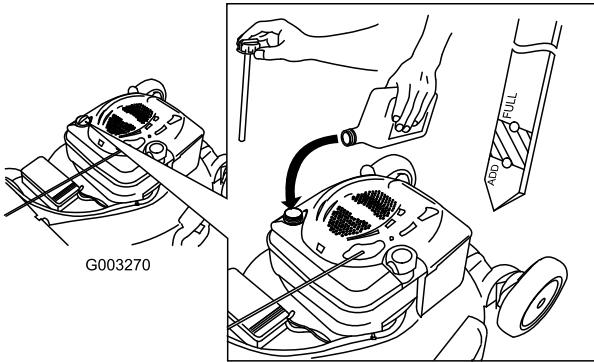

Figura 12
1. Togliete l'asta di misurazione del livello dell'olio, asciugatela ed inseritela a fondo nel foro (Figura 12).
2. Rimuovete l'asta e controllate il livello dell'olio (Figura 12). Se il livello dell'olio è inferiore alla tacca Add sull'asta, versate lentamente dell'olio nel foro del bocchettone fino a portarne il livello alla tacca Full sull'asta. **Non riempite troppo.** (Riempimento massimo: 0,59 litri, tipo: olio detergente SAE 30 con service classification API SF, SG, SH, SJ, SL o superiore.)